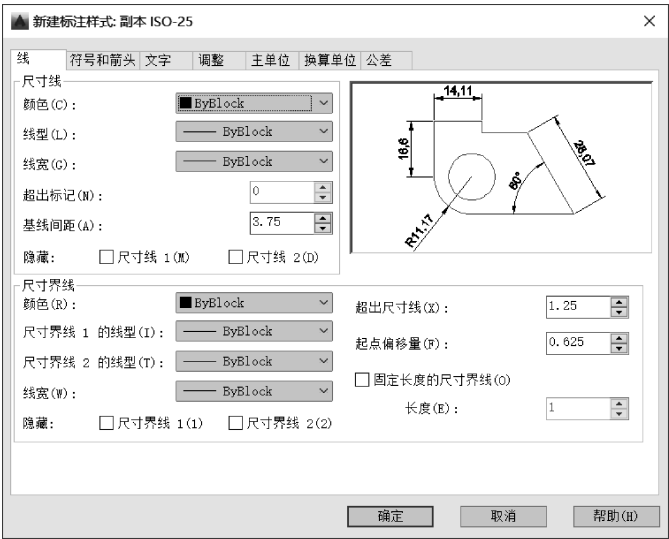

图 9-9 “新建标注样式” 对话框
在对话框中，“新样式名”文本框，用于确定新尺寸标注样式的名字；“基础样式”下拉列表框，用于确定以哪一个已有的标注样式为基础来定义新的标注样式；“用于”下拉列表框，用于确定新标注样式的应用范围，包括“所有标注”“线性标注”“角度标注”“半径标注”“直径标注”“坐标标注”“引线与公差”等。完成上述设置后，单击“继续”按钮，打开“新建标注样式”对话框，如图 9-9 所示，其中各选项卡的内容和设置方法将在后面各节中详细介绍。设置完成后，单击“确定”按钮，返回“标注样式管理器”对话框。
- “修改”按钮：用于修改已有的标注尺寸样式。单击“修改”按钮，可以打开“修改标注样式”对话框，此对话框与图 9-9 所示的“新建标注样式”对话框功能类似。
- “替代”按钮：用于设置当前样式的替代样式。单击“替代”按钮，可以打开“替代标注样式”对话框，此对话框与图 9-9 所示的“新建标注样式”对话框功能类似。
“线”选项卡用于设置尺寸线、尺寸界线的格式和属性，如图 9-9 所示，选项卡中各选项功能如下。